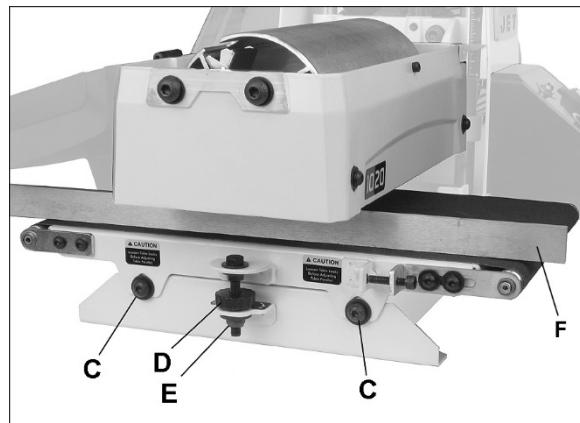

Abb. 8-3: Trommelausrichtung
3. Die Einstellschrauben (B, Abb. 8-3) auf beiden Seiten des Vorschubbardes mit einem 5-mm-
3. Die Lehre (F, Abb. 8-3) auf der Außenseite der Trommel zwischen Trommel und Vorschubtisch einführen.
1. Beide Tisch-Feststellschrauben (C, Abb. 8-3) mit einem 5mm Inbusschlüssel lösen.